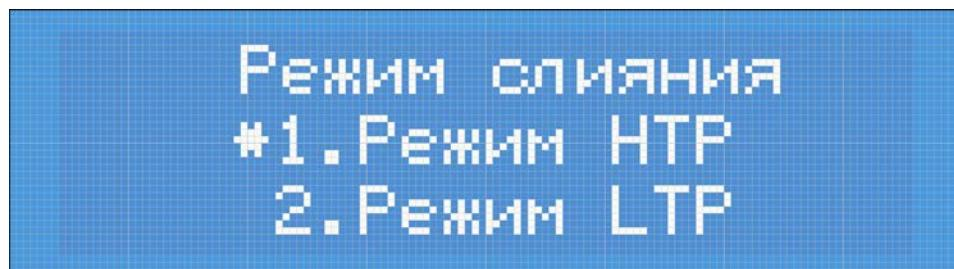

Рисунок 8: Выбор режима слияния
- Нажать на кнопку «3», после чего отобразится меню (Рисунок 8). Установленный режим будет отмечен звёздочкой;